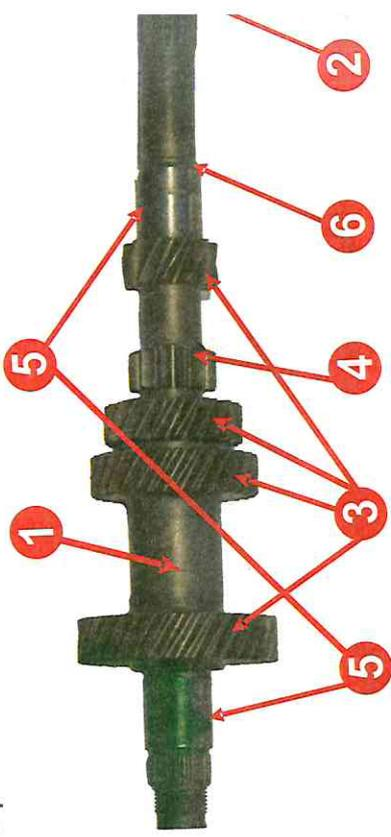

Рисунок 7
- 1) цвет - у "ваз" бледно-серый, у восстановленного может быть коричневый (рис. 7)
- 2) следы выработки на шлицевой части под диск сцепления (рис. 7)
- 3) следы работы на шестернях (рис. 7)
- 6) след от работы сальника (рис. 7)